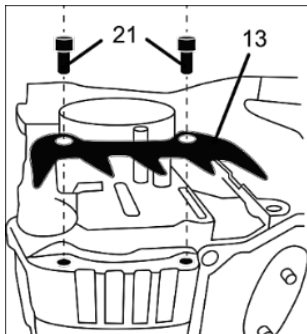

Рисунок 2
- Встановіть на передній частині корпусу зубчастий упор (13, рисунок 2) та зафіксуйте його гвинтами (21, рисунок 2) з комплексу постачання.